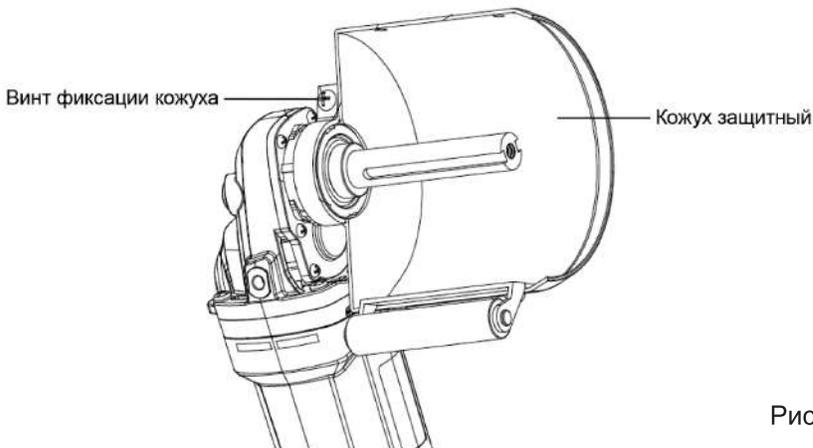

Рис. 2
**Внимание!** Перед сборкой и регулировкой всегда отключайте инструмент от электросети. Установите на инструмент защитный кожух и зафиксируйте винтом (Рис. 2).